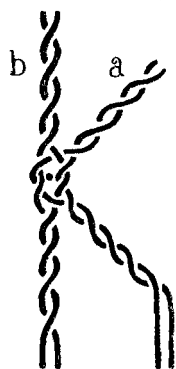

Fig. 25. — Croisement en lisière.
**Croisements en lisière (fig. 25).** — Les dentelles portent généralement à leur base, une *lisière* qui a pour rôle de les empêcher de s'étirer, de se déformer ; cette lisière est parfois remplacée par une simple bride.